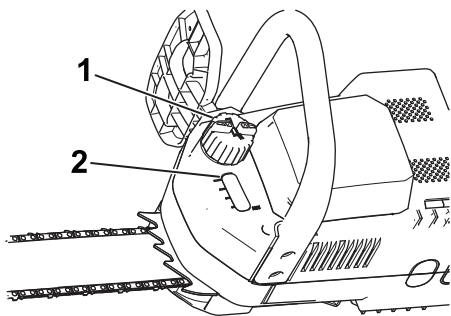

Figure 1
2. Nettoyez la surface autour du bouchon de remplissage d'huile (Figure 1).
3. Enlevez le bouchon et versez l'huile dans la tronçonneuse jusqu'à ce qu'elle recouvre le regard de niveau (Figure 1).